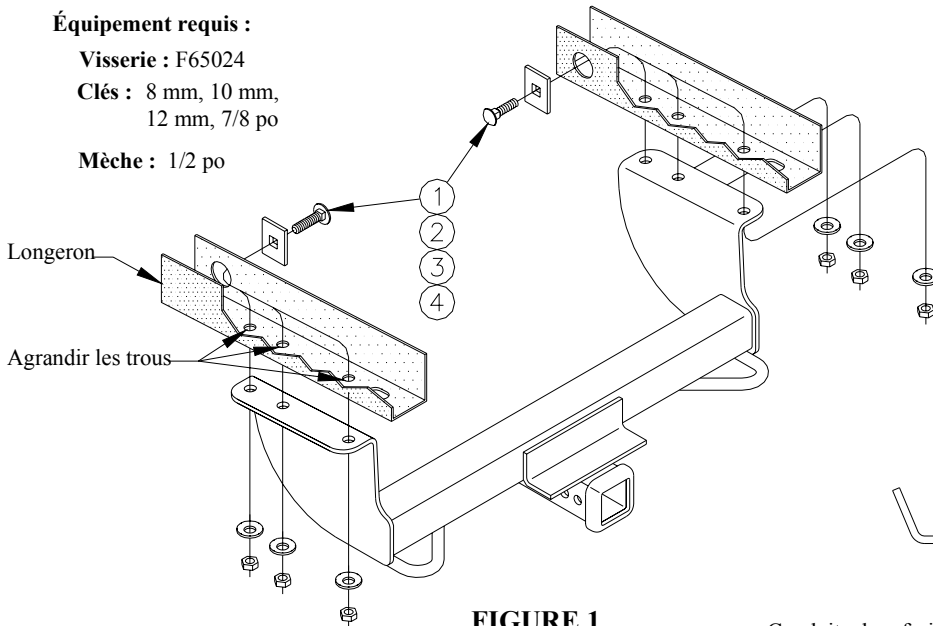

FIGURE 1
①	Qté (6)	Boulon de carrosserie, 1/2-13 x 1-3/4 po	④	Qté (6)	Écrou hexagonal, 1/2 po
②	Qté (6)	Espace, 1 x 2 x 1/4 po	⑤	Qté (2)	Fil de tirage, 1/2 po
③	Qté (6)	Rondelle conique, 1/2 po
- Agrandir six (6) trous existants des longerons, comme illustré à la figure 1.
- Soulever le récepteur en position et installer les rondelles coniques et les écrous hexagonaux. Voir la figure 1.